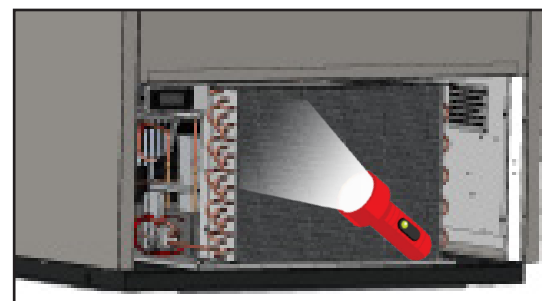

Fig. 4. Verifique que el serpentín esté limpio.
5. Una vez retirada la suciedad de la superficie del serpentín, use una linterna para verificar que pueda ver a través del serpentín y observe el giro de las paletas del ventilador del condensador. Ver la fig. 4.